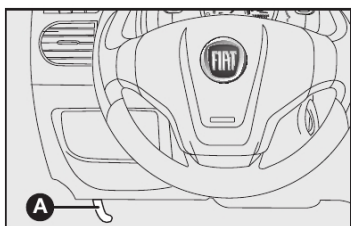

fig. 111
- 1) Puxar a alavanca A-fig. 111.